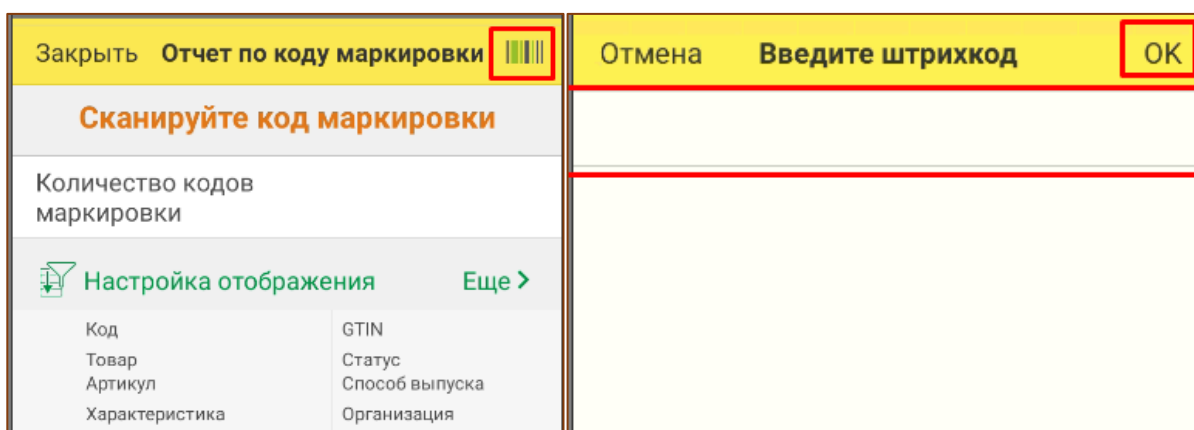

Рис. 16.3 - Кнопка ввода ШК
**Проверка кода маркировки** – с помощью данного отчета возможно проверить статус КМ. Для этого необходимо открыть отчет и ввести КМ. Ввести КМ можно отсканировав его либо ввести вручную, используя кнопку «Ввести ШК». После чего откроется окно ввода (Рис. 16.3).